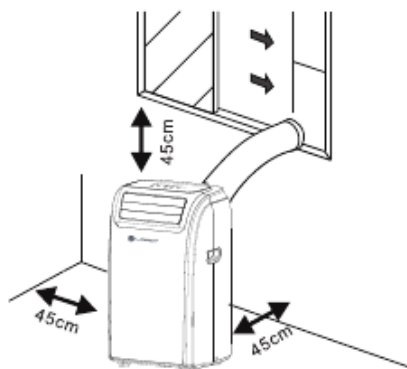

Рис. 1
1) Обеспечить свободное пространство (не менее 45 см) (Рис.1).